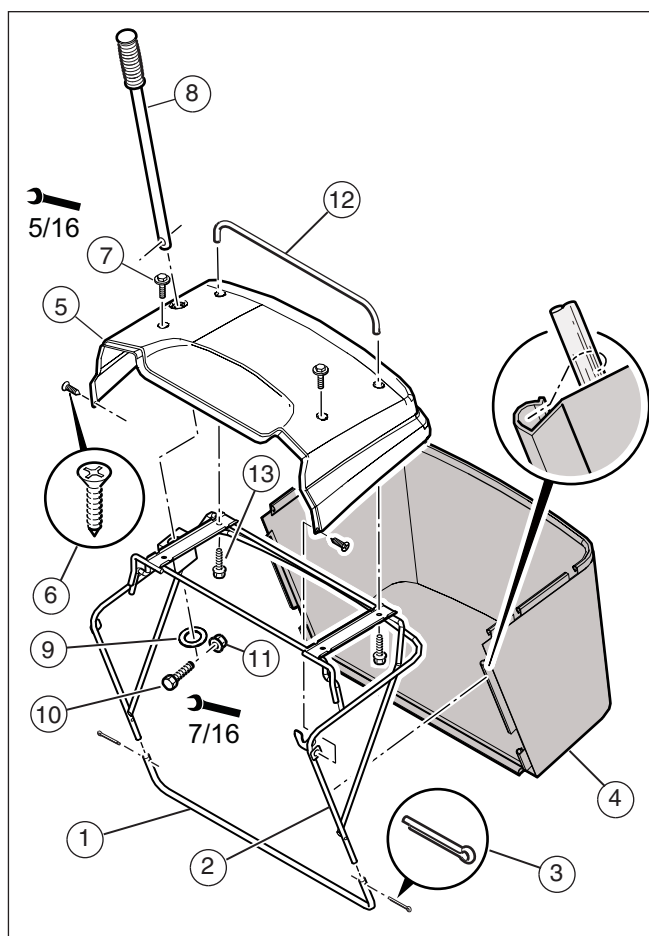

Figure 4
1. Faire glisser le tube inférieur (1) sur le cadre de l'ensacheuse (2) (voir la **Figure 4**).
3. Installer les goupilles fendues (3) dans les trous et courber les extrémités pour fixer le cadre.
4. Faire glisser l'ensemble de cadre sur le sac à herbe (4).
6. Aligner le couvercle de l'ensacheuse (5) sur les trous du cadre.
7. Utiliser les vis (6) et (7) pour assembler le côté et le dessus du couvercle sur le cadre de l'ensacheuse.
8. Assembler la poignée de l'ensacheuse (8) à travers le trou dans le couvercle et le cadre.
9. Fixer la poignée de l'ensacheuse avec la rondelle (9), la vis (10) et l'écrou (11).
10. Installez la poignée (12) de l'ensacheuse arrière sur le capot à l'aide de deux vis (13).